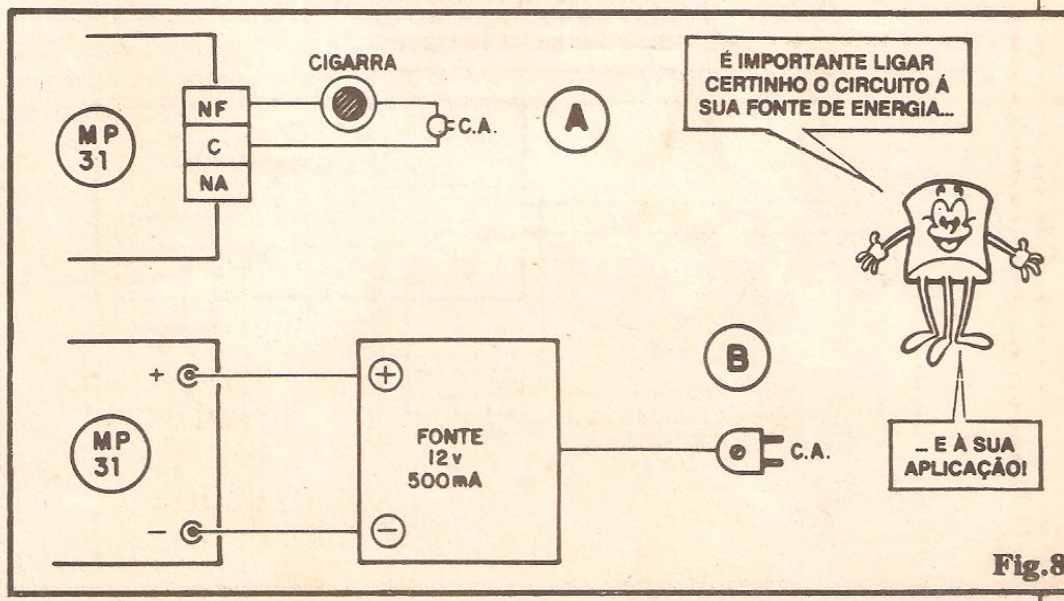

Fig. 8
- FIG. 8 - EXEMPLOS DE UTILIZAÇÃO DAS SAÍDAS DA MP-31 - Os contatos de Potência, para utilização do relê, estão to-
dos (os 3) disponíveis através dos conectores NA-C-NF (quem acompanhou com atenção a já distante "Aula" sobre os relês - em ABC nº 4 - sabe o que esses códigos querem dizer... Vão "lá", se já tiverem esquecido...). É importante considerar que em situação normal (barreira íntegra), o relê da MP-31 fica **energizado**, portanto o terminal NA estará, nessa condição, **ligado** ao terminal C, e o NF estará **desligado** do terminal C... Assim, para que - por exemplo - uma campainha (cigarra de CA) soe quando a barreira for rompida, devemos utilizar as Saídas NF e C como se fossem os terminais de um interruptor momentâneo para a tal campainha (fig. 8-A). Para funcionamento ininterrupto, convém que o circuito seja energizado por uma fonte ligada à C.A., capaz de fornecer os necessários 12V sob 500mA. A ligação dessa fonte deve ser feita conforme diagrama 8-B... Em aplicações automotivas (já fa-